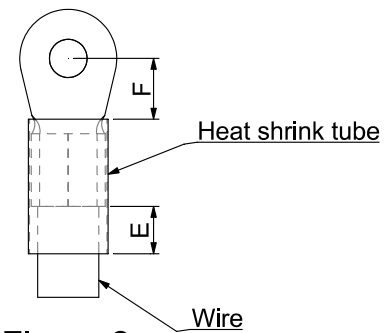

Figure 2.
- 在把電線壓接至符合 UL 認證的環狀端子後，才能在電線套上也是符合 UL 和 CSA 認證的絕緣熱縮套管（可耐至少 600Vac，YUPU2），絕緣熱縮套管的規格請見 Figure 2。